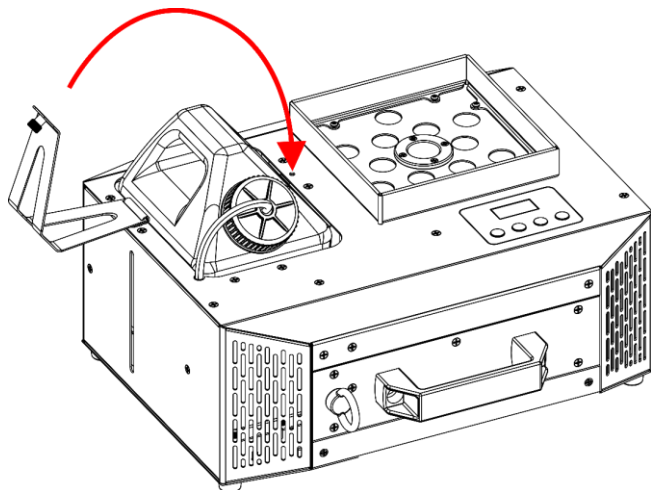

Fig. 36
- 11) Kantel de **beugel voor de vloeistoftank (03)**, zoals getoond in Fig. 36.